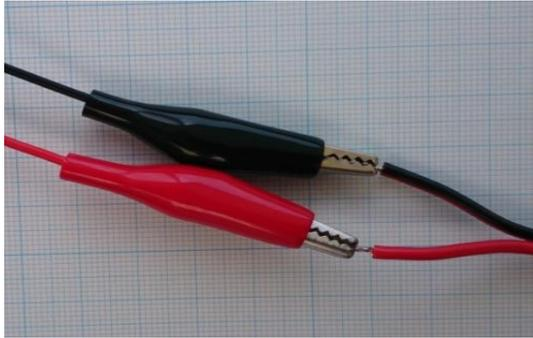

図 3.3
- ・ 図 3.3 のように中継部分をむき出しにしないこと.